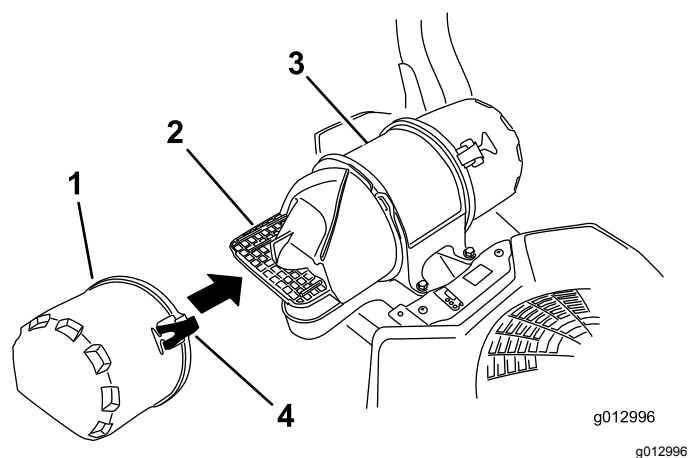

Figure 54
3. Ouvrez les dispositifs de verrouillage du filtre à air et séparez le couvercle d'entrée d'air du boîtier du filtre (Figure 54).
5. Reposez le couvercle d'entrée d'air et fixez-le avec les verrous (Figure 54).